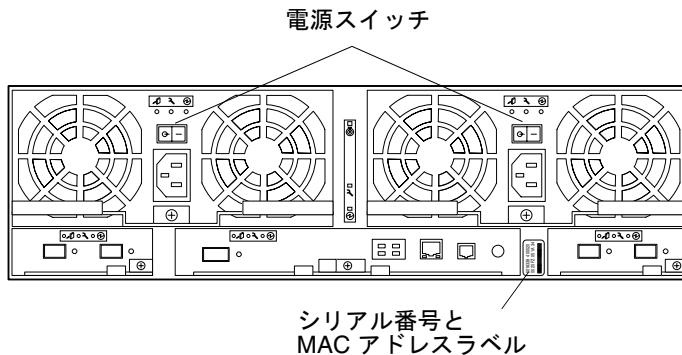

図 6-16 アレイ - 背面図
5. 電源 / ファン一体ユニットの電源スイッチを押して、オフ (-) 位置にします (図 6-16)。